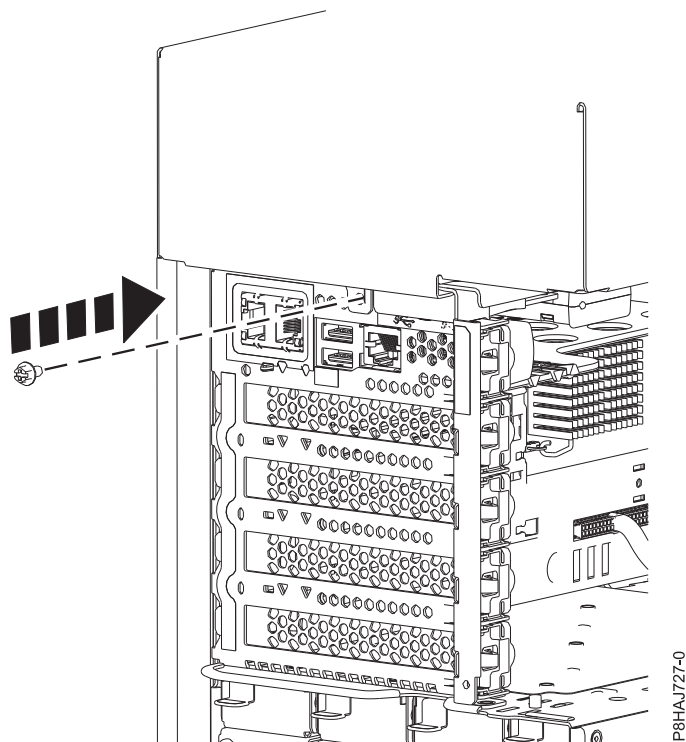

Figure 21. Installation de la vis capot latéral du 8286-41A
5. Installez la vis arrière du capot latéral à l'aide d'un tournevis cruciforme, comme illustré figure 21, à la page 39.